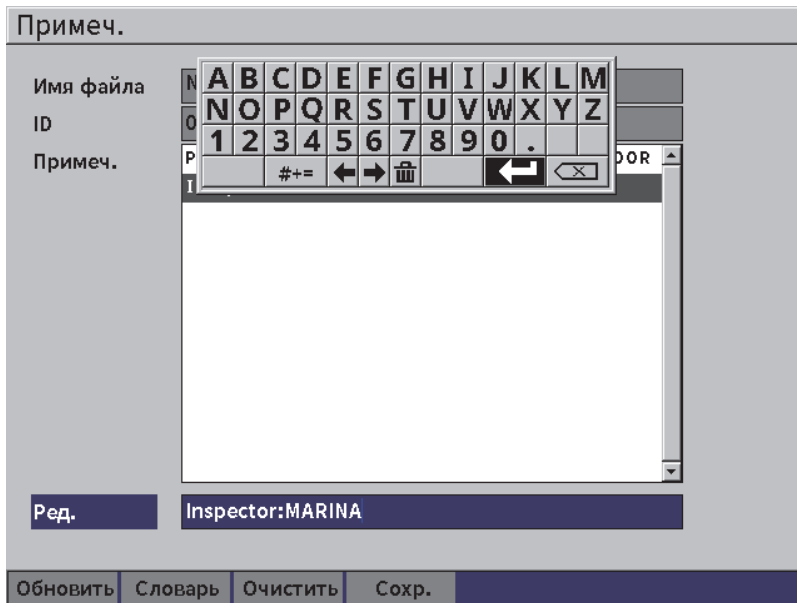

Рис. 9-23 Страница Словарь (Примечание) — Введенная информация
7. Введите текст (до 32 символов), используя виртуальную клавиатуру, ручку регулятора и клавишу Enter (см. Рис. 9-23 на стр 150).